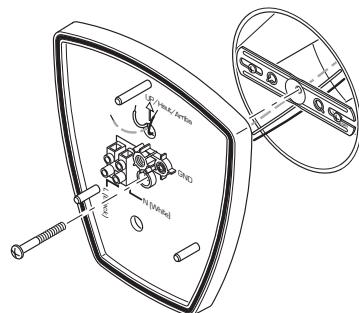

Figure 3
3. Faites passer les fils de la boîte de jonction dans un des trous de la plaque 1-2-Easy ConnectMC (voir la Figure 3).
4. Appuyez la plaque 1-2-Easy ConnectMC contre la boîte de jonction (voir la Figure 3).
5. Insérez le petit boulon de montage dans le trou de la plaque 1-2-Easy ConnectMC situé sous le trou fileté. Vissez ce boulon dans le trou central du support de montage (voir la Figure 3). Serrez solidement le boulon.